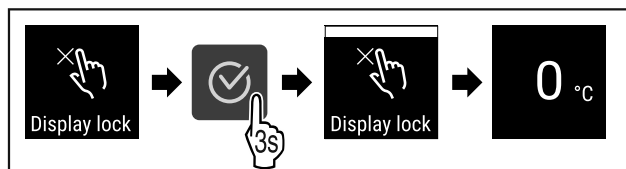

Fig. 96
- ▶ Genomför handlingsstegen (se Fig. 96).